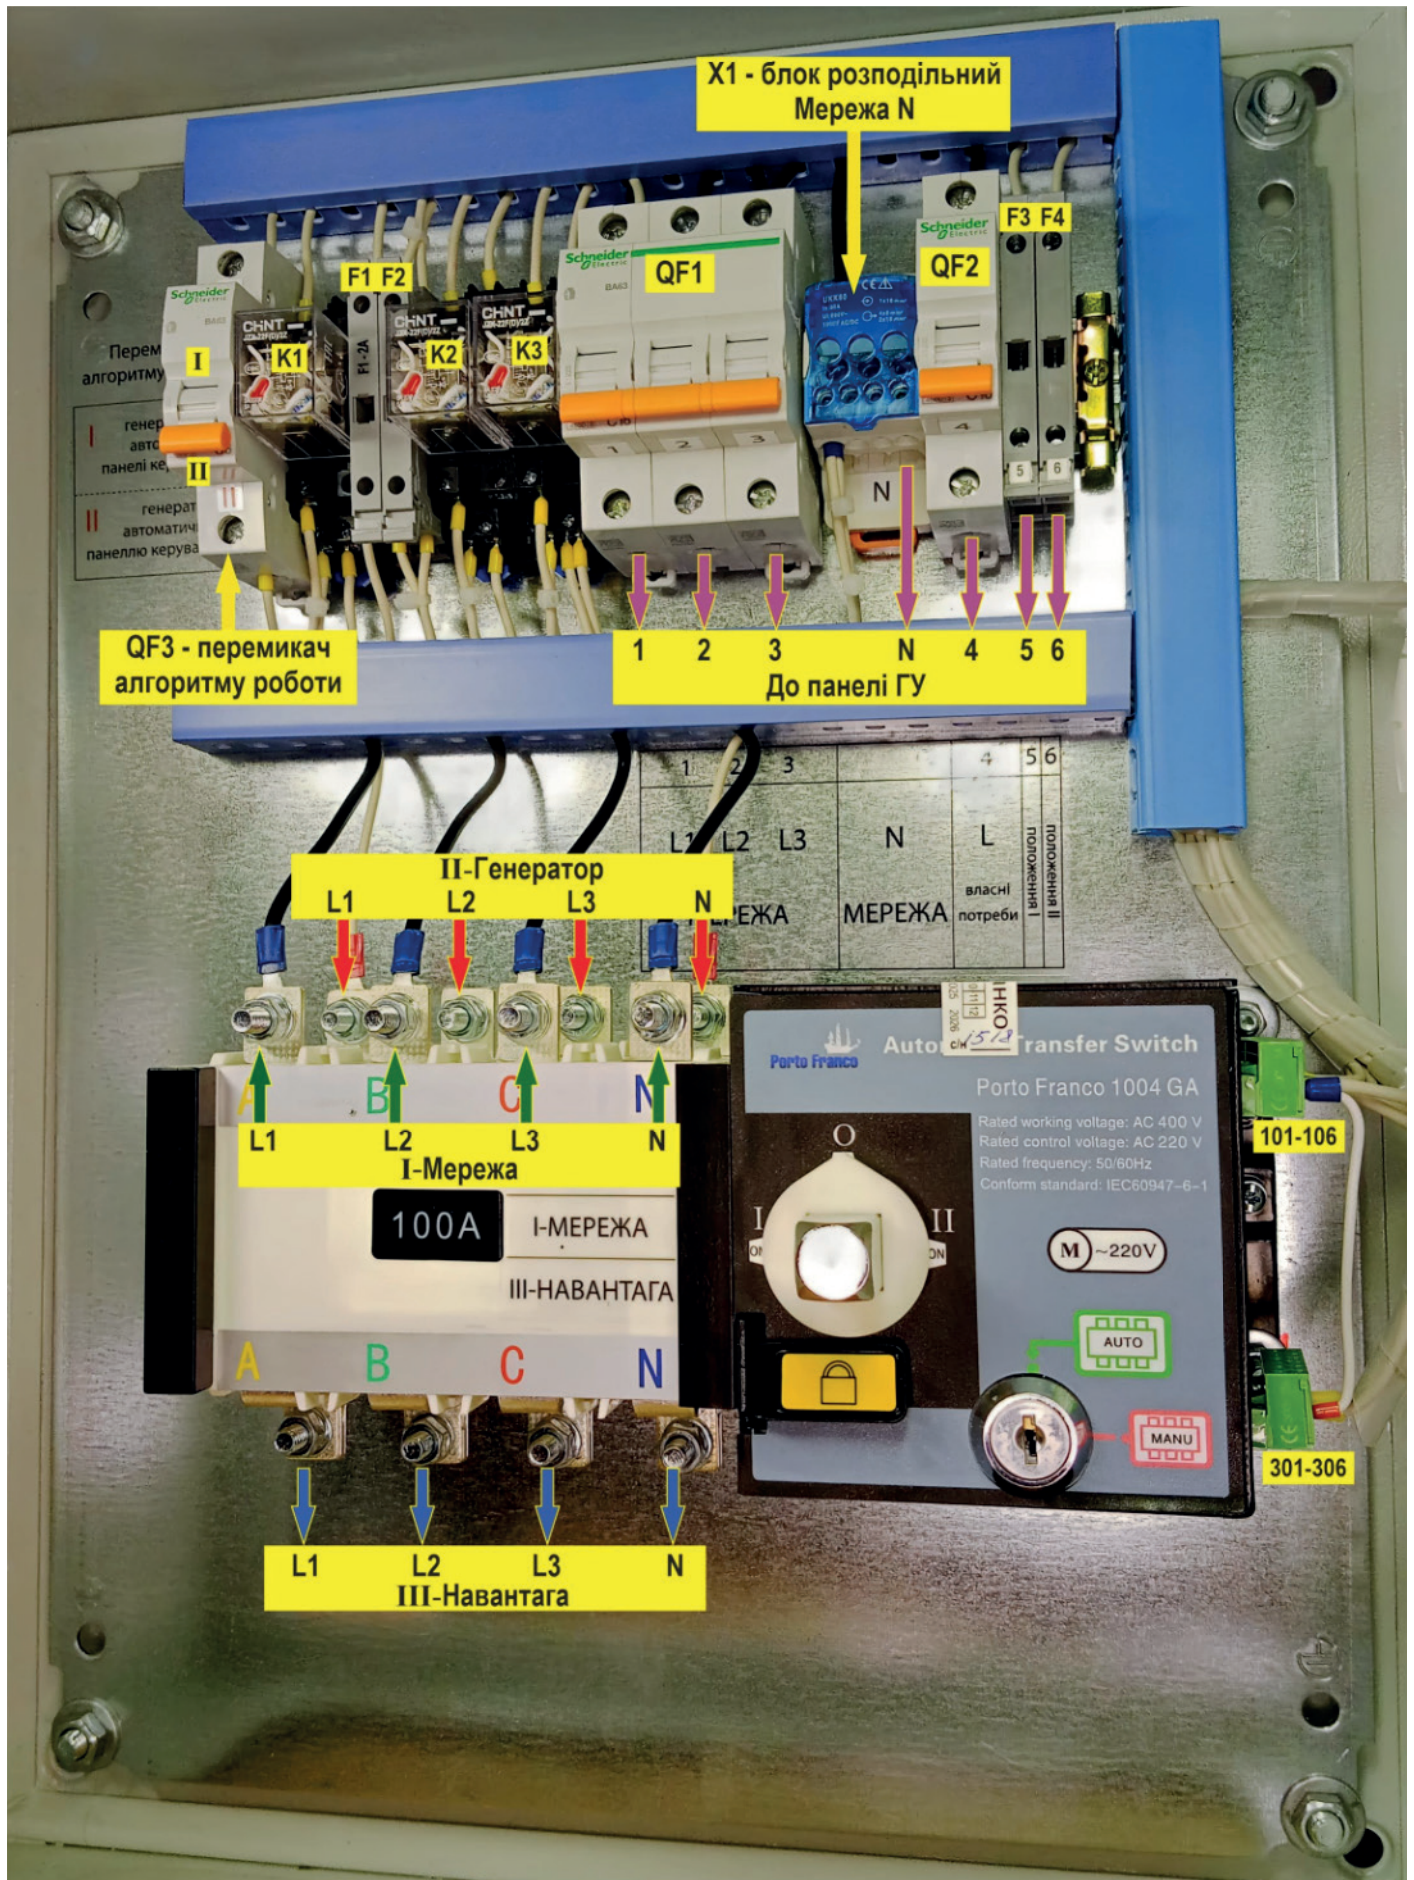

Рис. 6.1 – Внутрішня конструкція і зовнішнє підключення щита АВР*
5.1.2 Компоненти щита АВР всередині корпусу встановлені на монтажній пластині* (рис. 6.1):
Один з двох алгоритмів роботи вибирається перемикачем QF3 (див. рис. 6.1).
Внутрішню конструкцію щита АВР показано на рис. 6.1.
- Під'єднати до силових клем моторизованого перемикача вводи мережі (I) та генератора (II), а також навантагу (III) з урахуванням заходів безпеки (п. 6.2.1).
- Під'єднати кола керування та контролю панелі ГУ до клем 1-6 та клем N розподільного блоку X1 (рис. 6.1) з урахуванням заходів безпеки (п. 6.2.1).